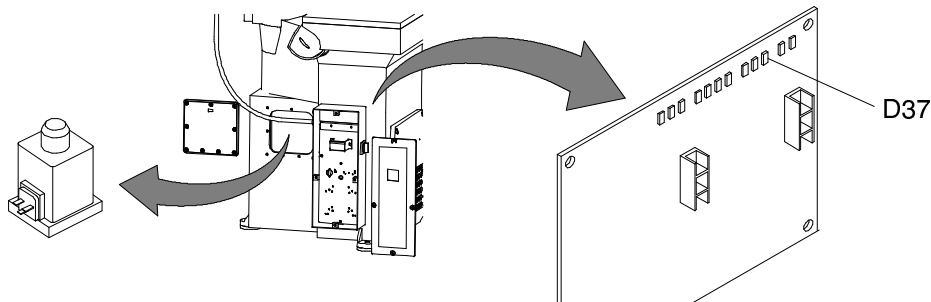

Abb. 23
b) Die Led D25 und D28 auf der Printplatte (Code 02E03947, Detailzeichnung 8) prüfen. Leuchtet auf die Led D37 normal auf, so sind der Anschluß vom Elektromagneten zur Printplatte sowie der Elektromagnet selbst zu überprüfen. Kontrollieren, daß am Elektromagneten (Code 0201746, Detailzeichnung 5-6-7) die richtige Spannung von 40/45V ankommt (Abb. 23).